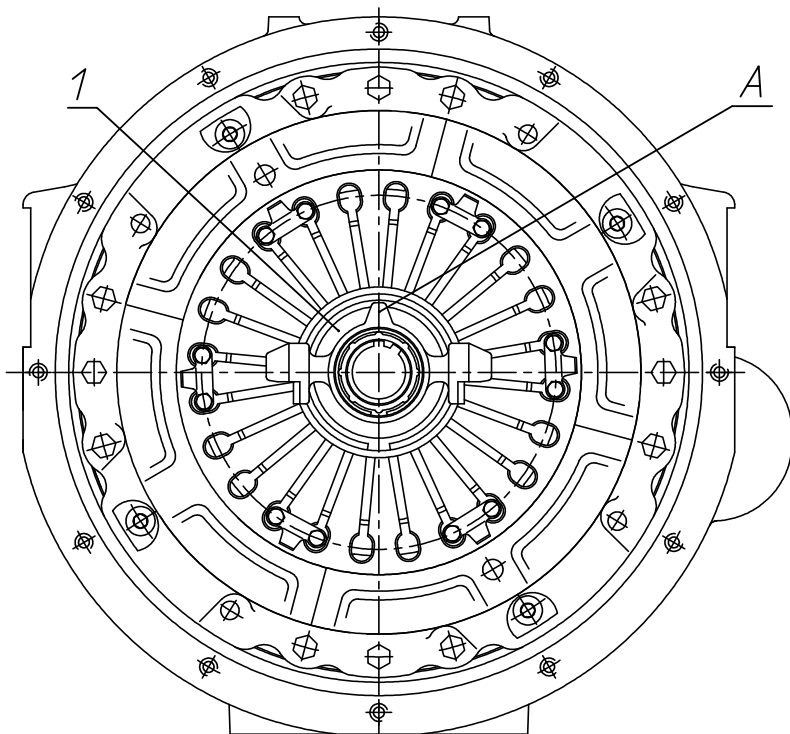

Рис. 4. Положение муфты выключения сцепления
5. С помощью специальной оправки, установленной на центрирующую оправку ведомого диска, сцентрировать муфту выключения сцепления 1 и развернуть её, как показано на рис. 4 (положение выступа А). Допускается угловое отклонение установки выступа А не более 10°.